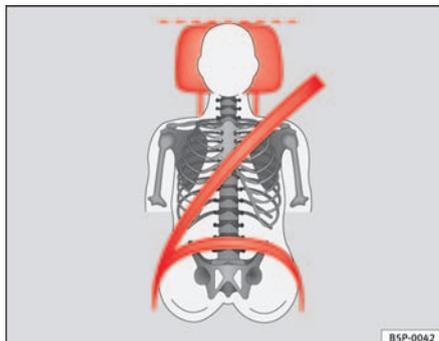
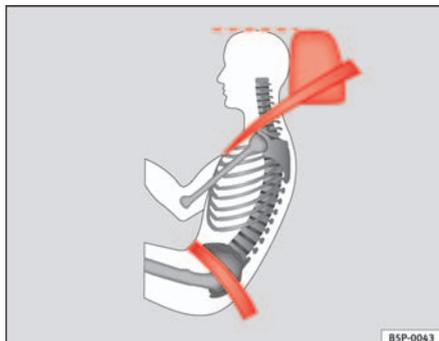

Fig. 3 Poggiatesta posizionato correttamente, vista frontale
Fig. 4 Poggiatesta posizionato correttamente, vista laterale
- Regolare il poggiatesta portando il suo bordo superiore alla stessa altezza della parte superiore della testa, almeno all'altezza degli occhi ⇒ fig. 3 e ⇒ fig. 4.